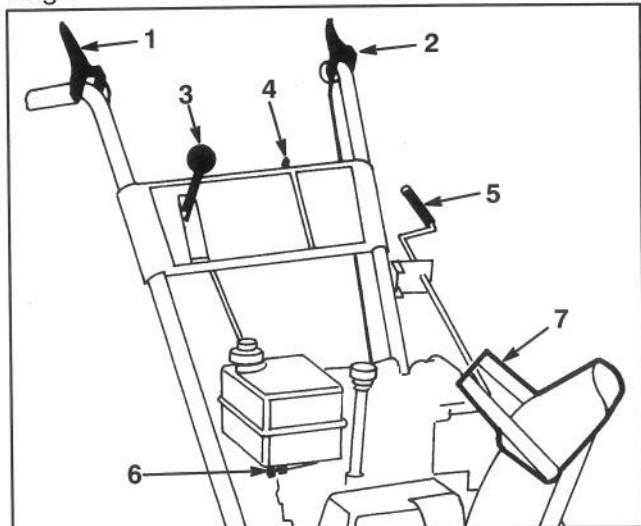
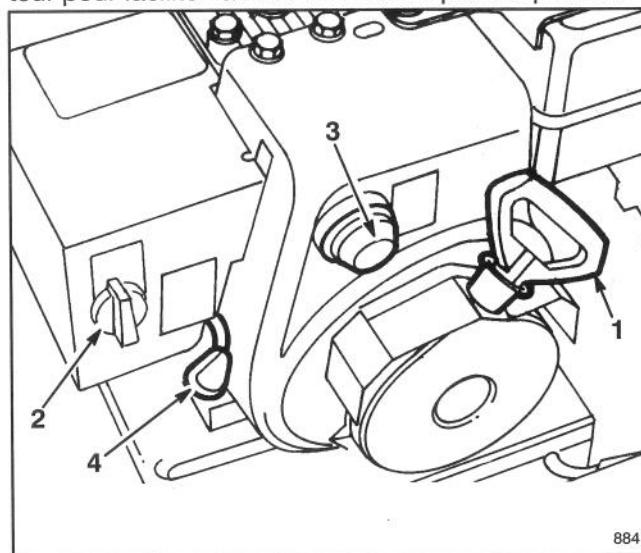
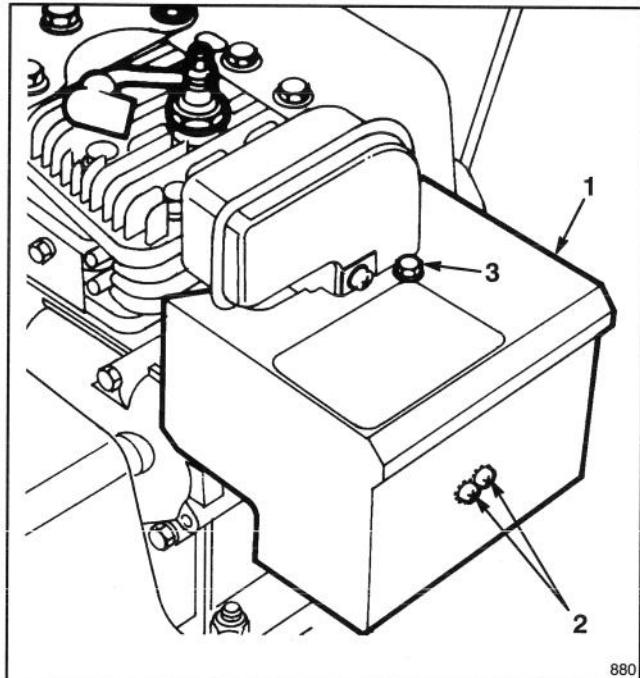

Figure 14
Figure 15
Figure 16
**Commande de tarière** (Fig. 14) – Cette commande a deux positions: EMBRAYÉE (Engage) et DÉBRAYÉE (Disengagé). Pour embrayer la tarière et le rotor, comprimez le levier contre la poignée du mancheron droit. Pour les débrayer, relâchez le levier.
**Commande de traction** (Fig. 14) – Pour engager le système de traction (embrayage des roues), le levier doit être pressé contre la poignée de gauche. Pour arrêter la traction, relâchez le levier.
**Sélecteur de vitesse** (Fig. 14) – Cette commande a quatre positions: marche arrière, 1, 2 et 3 (trois vitesses avant). Pour changer de vitesse, placez le levier à la position désirée. Le levier s'enclenchera dans un cran à chacune des vitesses choisies. Utilisez les positions 1, 2 et 3 selon les conditions de la neige.
**Clé d'allumage** (Fig. 14) – La clé d'allumage a deux positions: MARCHE (on) et ARRÊT (off). Mettez la clé en position MARCHE (on) avant de mettre le moteur en marche à l'aide du démarreur à rappel. Pour arrêter le moteur, mettez la clé en position ARRÊT (off).
**Commande des gaz** (Fig. 15) – En tirant la manette vers le haut, vous augmenterez le régime du moteur.
**Étrangleur** (Fig. 15) – Pour mettre en marche un moteur froid, faites tourner l'étrangleur en position "PLEIN étrangleur." Au fur et à mesure que le moteur se réchauffe ramenez petit à petit la manette en position ARRÊT.
**Amorceur** (Fig. 15) – Appuyez sur l'amorceur qui projette une petite quantité d'essence dans le moteur pour faciliter la mise en marche par temps froid.
**Robinet d'arrêt d'essence** (Fig. 14) – Ce robinet se trouve sous le réservoir d'essence. Fermez le robinet pour arrêter l'arrivée d'essence au carburateur et rouvrez-le pour rétablir l'alimentation. Fermez le robinet quand la déneigeuse ne sert pas.
**Commande d'éjecteur** (Fig. 14) – Tournez la manivelle de commande de l'éjecteur à droite pour orienter l'éjecteur vers la gauche et tournez la manivelle vers la gauche pour orienter l'éjecteur vers la droite.
**Démarrer à rappel** (Fig. 15) – Le démarreur à rappel se trouve à l'arrière du moteur. Il suffit de le tirer pour mettre le moteur en marche.
**Manette du déviateur** (Fig. 14) – La manette du déviateur se trouve sur le dessus de l'éjecteur et sert à régler la hauteur du jet de neige.
**Remarque:** pour mettre le moteur en marche à 4°C (40°F) ou à des températures plus élevées, enlevez la boîte de chauffage du carburateur (Fig. 16). Il faut toutefois remettre le boîte de chauffage à des températures inférieures à 4°C (40°F). Pour enlever la boîte de chauffage du carburateur, procédez comme suit:
- A. Retirez les (2) vis Phillips et la vis hexagonale maintenant le boîtier de chauffage en place (Fig. 16). Tirez sur le bouton de l'étrangleur pour l'enlever de la tige (Fig. 15).
1. Mettez la commande des gaz en position RAVIDE (fast) (Fig. 15).
2. Ouvrez le robinet d'arrêt d'essence sous le réservoir d'essence (Fig. 14).
3. Faites tourner l'étrangleur en position "PLEIN étrangleur" (Fig. 15).
4. Tournez la clé d'allumage en position de MARCHE (Fig. 14).
6. Saisissez la poignée du démarreur à rappel (Fig. 15) et tirez-la lentement jusqu'à ce que vous sentiez une prise ferme. Tirez alors vigoureusement pour mettre le moteur en marche. Retenez fermement la poignée du démarreur et laissez-la revenir lentement.
7. Une fois le moteur en marche, tournez immédiatement la manette d'étrangleur (Fig. 15) aux 3/4 de sa course. Au fur et à mesure que le moteur se réchauffe, tournez la manette à moitié de sa course, puis en position ARRÊT. Si le moteur hésite, ramenez l'étrangleur à la moitié de sa course. Quand le moteur est suffisamment réchauffé, tournez la manette en position ARRÊT.
1. Mettez la commande de traction et la commande de tarière (Fig. 14) en position débrayée.
2. Ramenez la manette des gaz (Fig. 15) en position lente (slow) et tournez la clé d'allumage en position d'ARRÊT (Off) (Fig. 14).